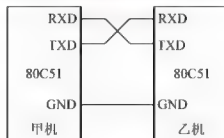

图 4-42 甲机、乙机串行通信电路图
**例 4.7** 设有如图 4-42 所示的甲、乙两台 MCU, 以工作方式 2、全双工串行通信。每帧为 11 位, 可编程的第 9 位数据位用于奇偶校验, 波特率为 9600。